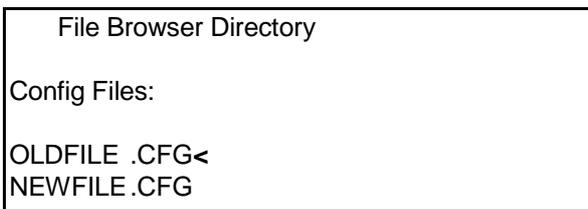

Bild 4-16 Verzeichnis der Konfigurationsdateien (Beispiel)
2. Drücken Sie **YES** und **ENTER**. Das Gerät sucht auf dem Datenträger nach Konfigurationsdateien und zeigt ihr Dateiverzeichnis an. Wenn auf dem Datenträger mehrere Dateien vorliegen, werden sie untereinander aufgeführt; das Zeichen "<" verweist auf die momentan für das Laden gewählte Datei (siehe unten). Wurde keine Konfigurationsdatei gefunden, erscheint im Verzeichnis die Meldung "No Files Found". Das Dateiverzeichnis wird dargestellt wie in Bild 4-16.